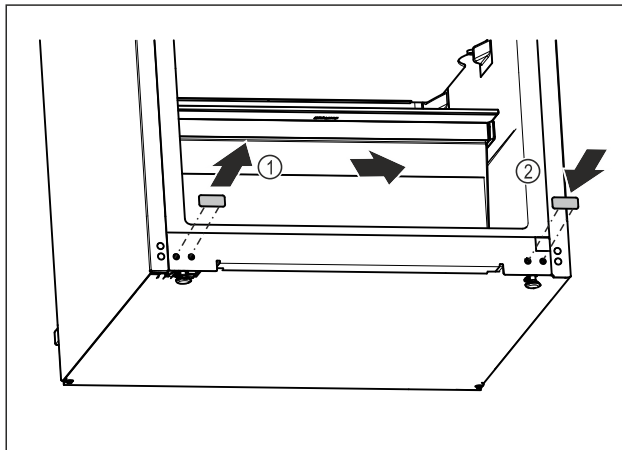

Fig. 21
- ▶ Tõmmake kattedkorgid välja. Fig. 21 (1)
- ▶ Pange kattedkorgid vastasküljel sisse. Fig. 21 (2)